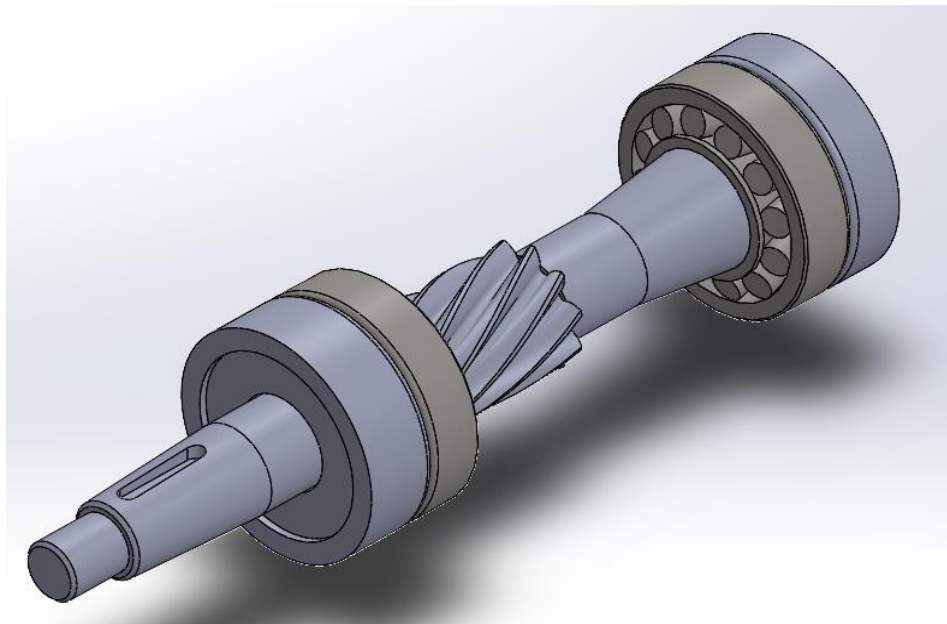

Рисунок 4.4 – Застосування спряжень у збірці
9. Далі на панелі інструментів **Розташування** за допомогою інструменту **Умови спряження** та за допомогою сполучень **Збіг** та **Концентричність** можна скласти збірку з вибраних компонентів (рис. 4.4).